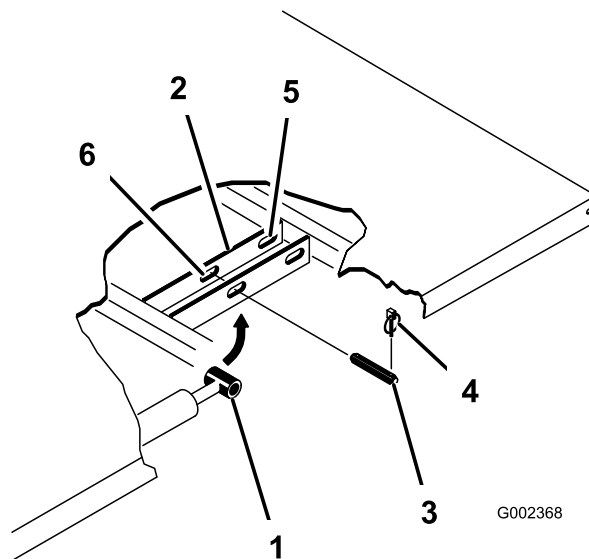

Figura 23
4. Retire los pasadores que fijan las rótulas de las varillas de los cilindros a las chapas de montaje de la plataforma empujando los pasadores hacia dentro (Figura 23).
5. Retire los pasadores de seguridad y los pasadores que fijan las placas de giro al bastidor (Figura 23).
3. Retire las chavetas de los extremos exteriores de los pasadores de las varillas de los cilindros (Figura 23).